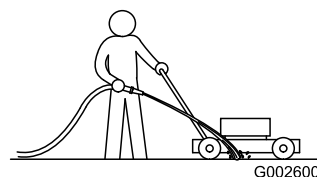

Bild 26
1. Lassen Sie den Motor auf einer flachen, befestigten Oberfläche laufen und sprühen Sie Wasser vor das **rechte** Hinterrad (Bild 26).